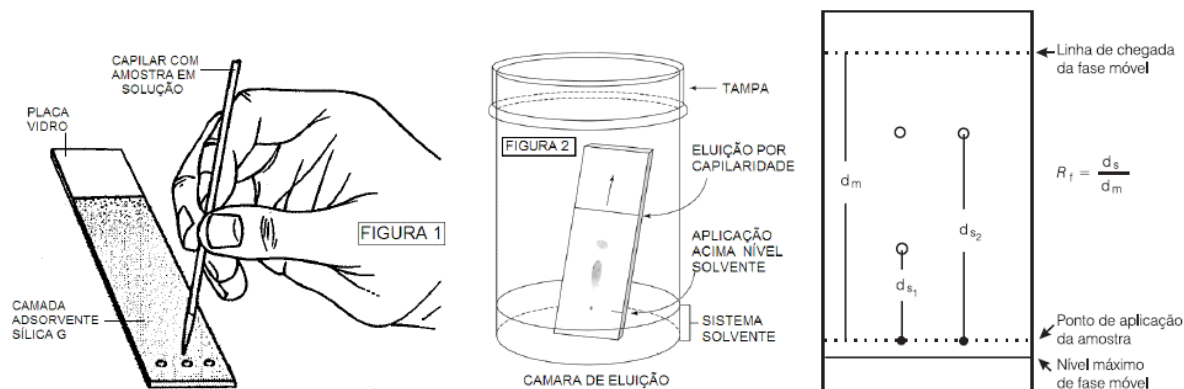

Figura 3 – Etapas de preparação de uma Cromatografia em Camada Delgada (CCD).
2. Aplique sobre essa marcação com auxílio de um capilar as amostras disponibilizadas pelo instrutor separando os spots um do outro em torno de aproximadamente 0,5 cm, como mostrado na Figura 3. Basta tocar a superfície da placa que a solução será adsorvida naturalmente pela sílica. Não faça um ponto muito grande; se achar que a quantidade de amostra foi pouca faça aplicações sucessivas (duas ou três), e siga a orientação do professor ou monitor. Sempre que for aplicar cada amostra, tenha o cuidado de lavar o capilar com metanol em algodão por três vezes. (Peça orientação ao professor como lavar ou mesmo cortar a parte usada do capilar.)
4. Prepare a câmara de eluição contendo hexano/acetato de etila (8:2). A quantidade de solvente nas câmaras deve ser suficiente para manter a porção inicial do adsorvente coberta e a um nível antes do ponto de aplicação das amostras, como mostra a **Figura 3**.